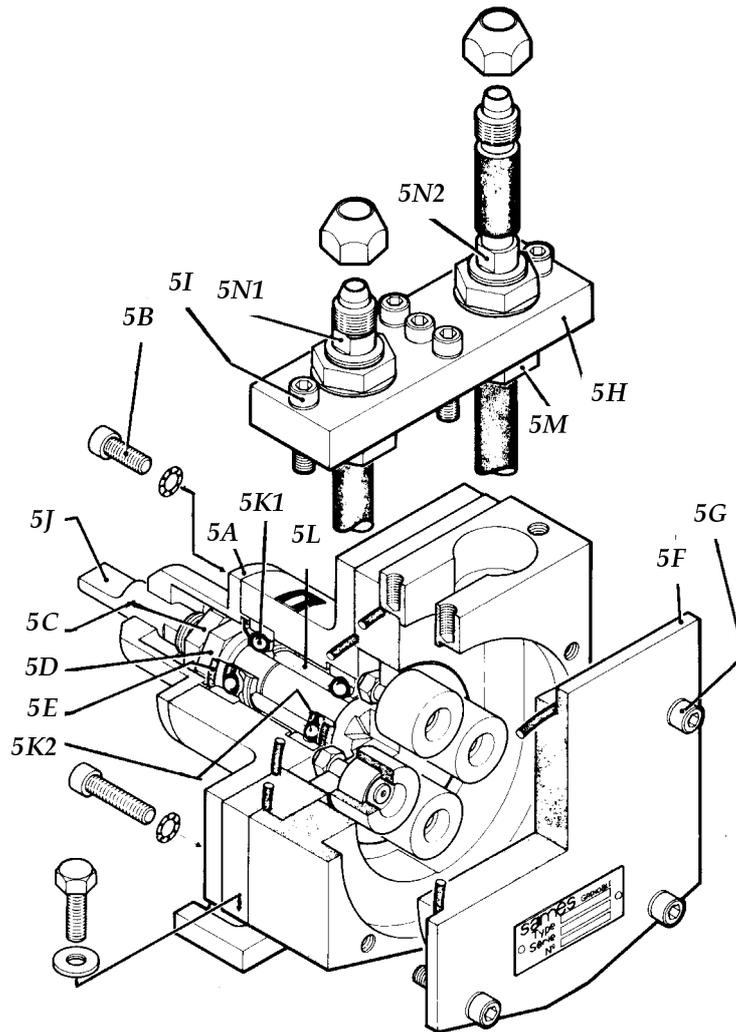

Figura 11
13.2. SMONTAGGIO DELLA POMPA "DOSEMAIL" (VEDERE FIGURA 11)